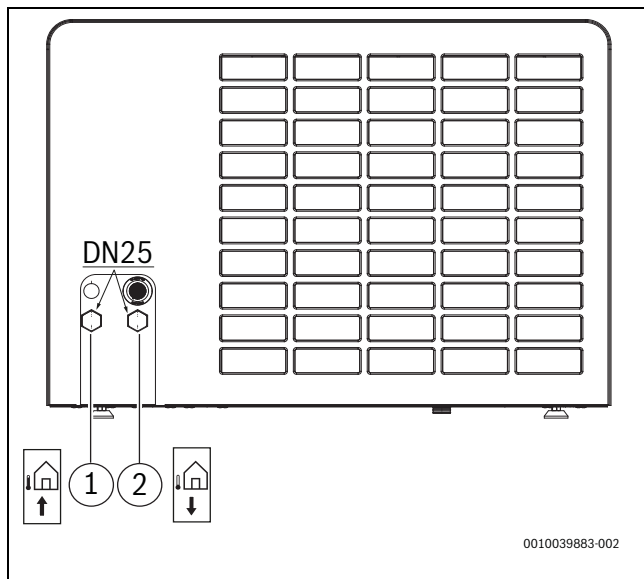

Fig. 26 Raccordements des tuyaux de fluide caloporteur ; la description s'applique à toutes les tailles
- Raccorder la conduite de départ de l'unité intérieure à la sortie du fluide caloporteur (→ [1], fig. 26).
- Raccorder la conduite de retour de l'unité intérieure à l'entrée du fluide caloporteur (→ [2], fig. 26).